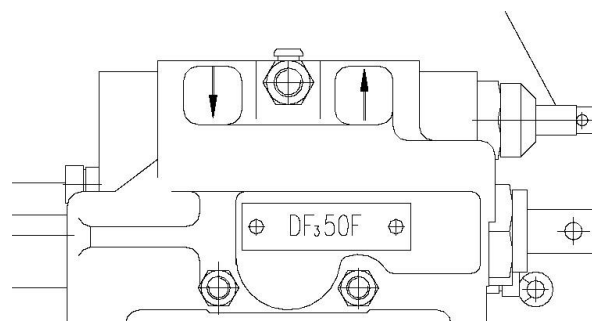

Рис. 2-69. Винт переключения режимов комбинированного клапана
- Два гидравлических выходных клапана на многоходовом распределителе оснащены винтом «Е», который служит для переключения между односторонним и двусторонним действием. Располагается под правым задним углом кабины См. рис. 2-69.